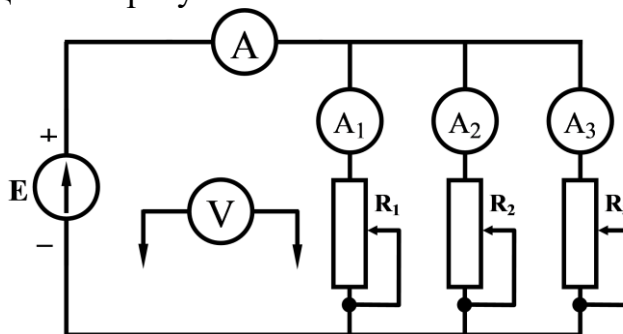

Рисунок 4 – Схема для исследования цепи с параллельным соединением резисторов
1. Собрать электрическую схему рисунок 4. Измерить токи и напряжения для двух положений движков реостатов.